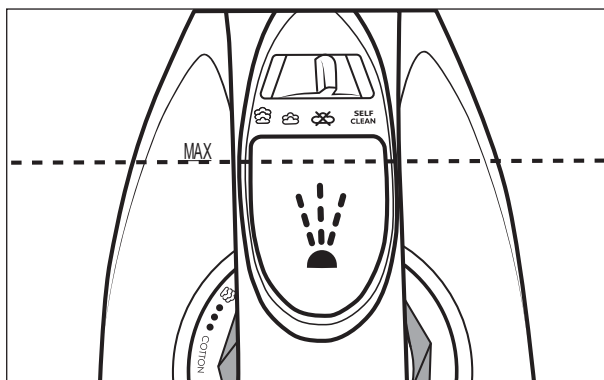

Fig. 1
- 3) Umpleți cu paharul gradat **1** rezervorul de apă prin orificiul de umplere a rezervorului de apă **2** cel mult până la marcajul **MAX** al rezervorului de apă (a se vedea fig. 1).